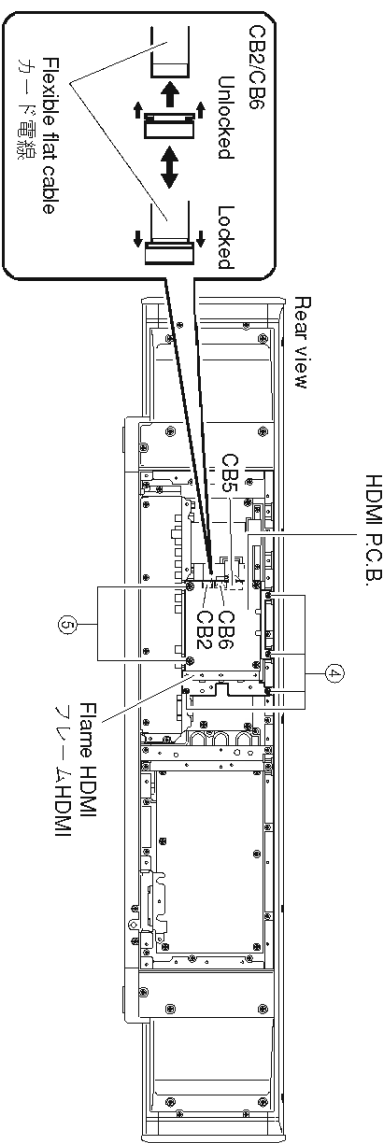

Fig. 2
- Remove 4 screws (④) and 2 screws (⑤). (Fig. 2)
- Remove CB5. (Fig. 2)
- Release the lock and then remove CB2 and CB6. (Fig. 2)
- Remove the HDMI P.C.B. together with flame HDMI. (Fig. 2)
- ④のネジ4本、⑤のネジ2本を外します。(Fig. 2)
- CB5を外します。(Fig. 2)
- ロックを外し、CB2、CB6を外します。(Fig. 2)
- HDMI P.C.B.をフレイムHDMIと一緒に取り外します。(Fig. 2)